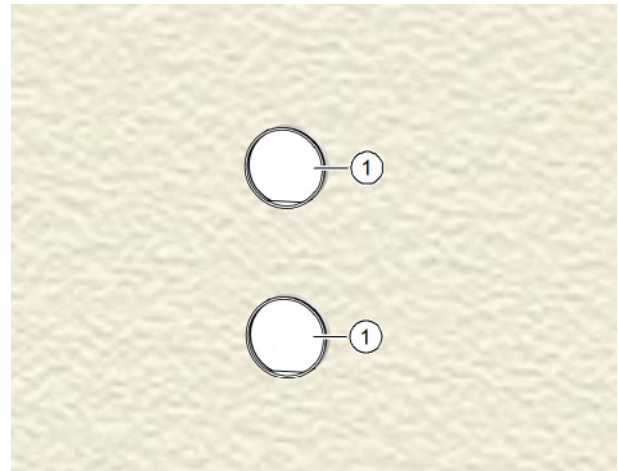

Abb. 33: Mauerkasten außen verputzt
- ▶ Entfernen Sie beide Putzschutzhülsen (Pos. 1 in Abb. 33).